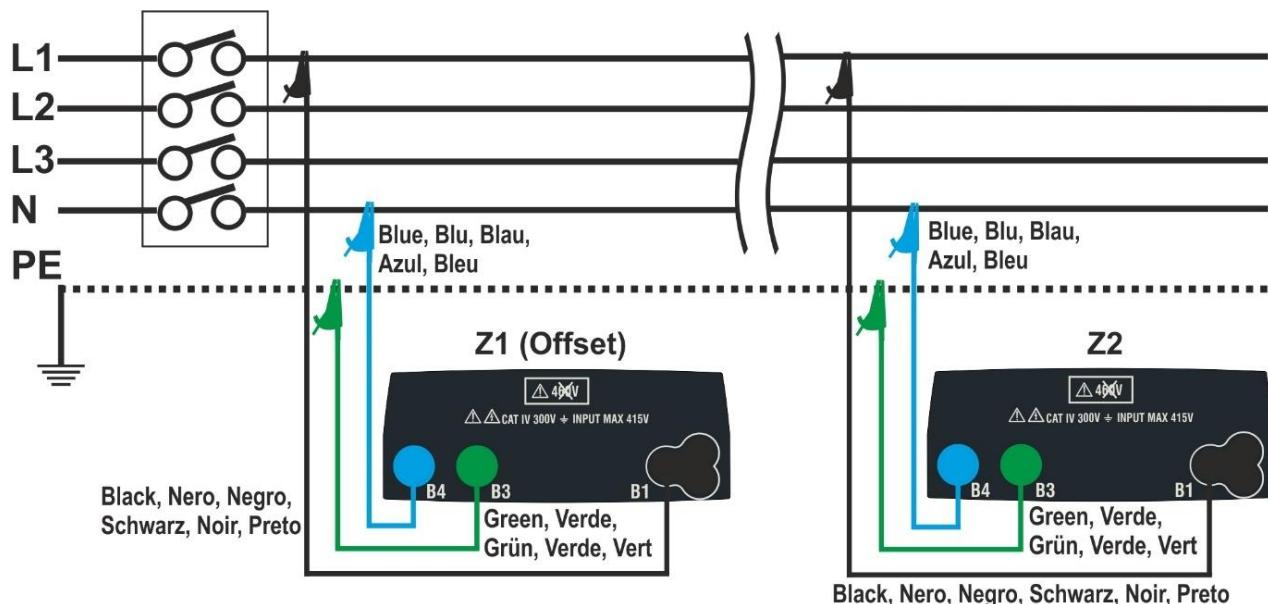
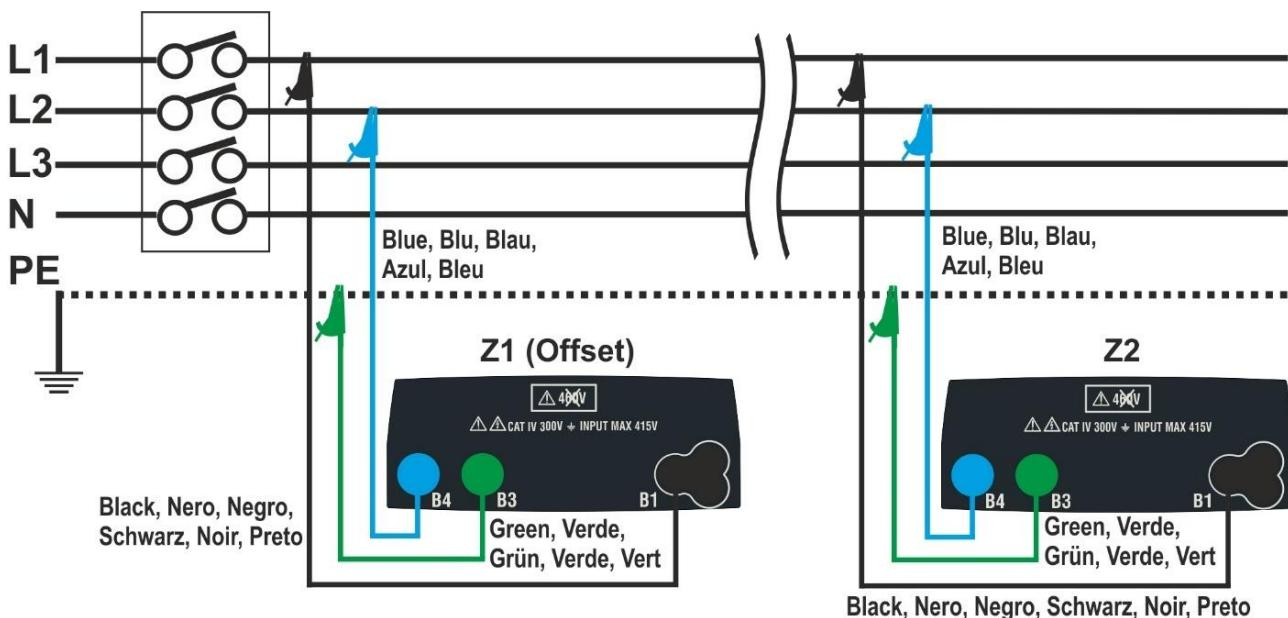

Fig.33: Tilslutning for måling af L-N-spændingsfald
Fig. 34: Tilslutning for måling af L-L-spændingsfald
4. Skift til fx. **L-L** og tilslut prøvedeledninger til det initiale punkt i lysnettet, der skal testes (typisk ved nedstrøm for RCD'en) se Fig 33 og Fig 34 Udfør nu den første **Z1 -impedansmåling**. I dette tilfælde måles den nulstillede impedans opstrøms for det initiale punkt, idet denne tages som en start reference. Følgende (der refereres til L-L-måling) vises på displayet.
7. Tilslut nu til det sidste punkt i lysnettet, se Fig. 33 eller Fig.